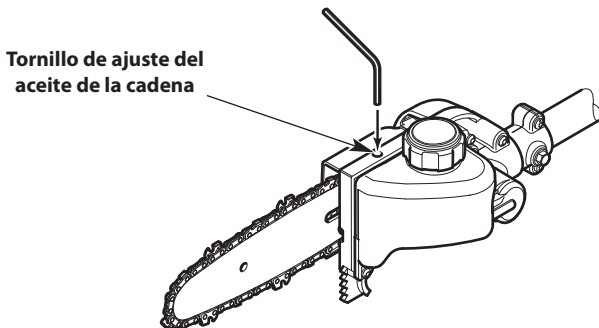

Fig. 22
1. Inserte una llave Allen de 3/32 pulgadas en el tornillo de ajuste de aceite de la cadena (Fig. 22).